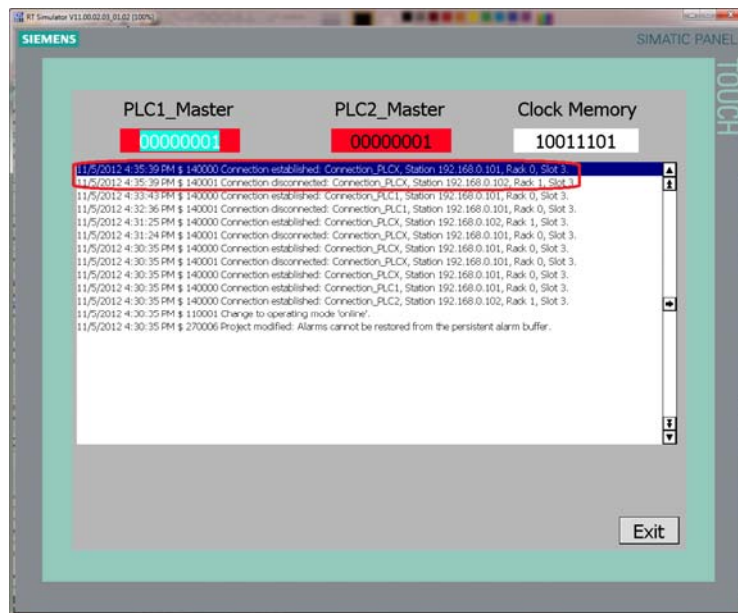

图 16
(D) 手动停止 PLC2，变量 PLC1_Master 变为 1，超出上限触发系统函数 ChangeConnection，连接 Connection_PLCX 指向 PLC1，而变量 PLC2_Master 仍为 1，如图 16 所示。